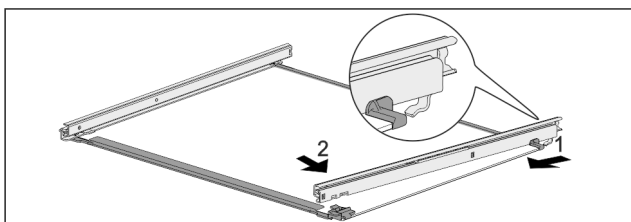

Fig. 70 Sklenená doska s koľajničkami
- ▶ Zaháknite koľajničku vzadu. Fig. 70 (1)
- ▶ Zaklapnite koľajničku vpredu. Fig. 70 (2)